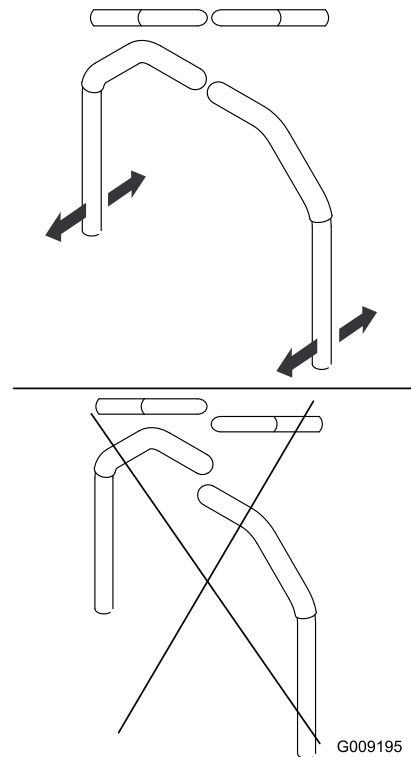

Bild 47
9. Fluchten Sie die Hebel in Längsrichtung aus. Bringen Sie die Hebel zuerst in der NEUTRAL-Stellung zusammen und schieben Sie die Hebel dann so lange, bis sie ausgefluchtet sind. Ziehen Sie dann die Schrauben an (Bild 47).